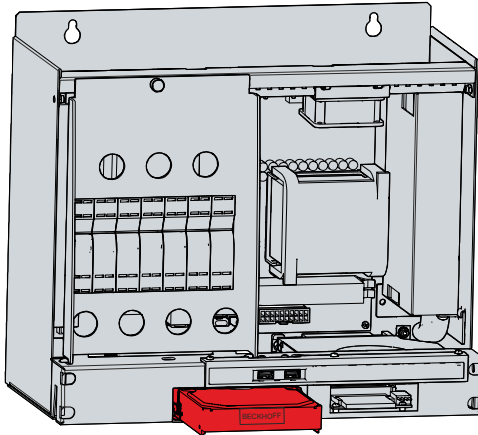

Abb. 36: Austausch Festplatte
1. Ziehen Sie die Festplatte kräftig an dem hervorstehenden Beckhoff-Aufkleber aus dem PC heraus (siehe Abb. 36).